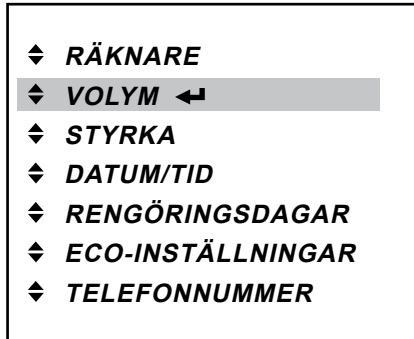

Bild 34
1. Öppna menyn «VOLYM» med Enter  (bild 34).